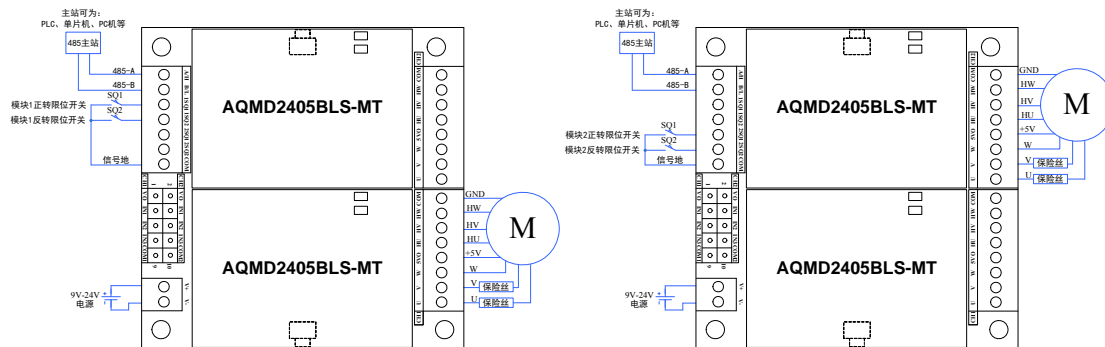

图 3.5 模块 1（图左）/模块 2（图右）485 通讯电源及电机接线图
- 4) 若主站为 485 设备，485 主站与驱动器的 485/CAN接口按照A-A、B-B的方式连接（为了信号更稳定，可将驱动器的COM与主站的信号地相连），如图 3.5 所示，然后接通电源（注意：电源的电压应与电机的额定电压一致，且能够提供的电流大于电机的额定电流）。